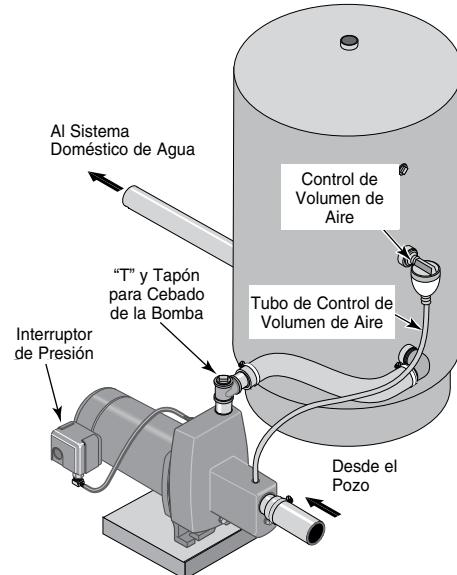

Figura 5: Conexiones para Tanque Estándar
CONEXIÓN PARA TANQUE ESTÁNDAR (FIGURA 5)
Paso 3. Retire el tapón de la tubería de 1/8" de NPT del orificio del Control de Volumen de Aire (CVA) de la bomba (Vea la Figura 5). Instale una tubería desde el puerto de CVA (Vea la Figura 5) de la bomba hacia el puerto en el CVA montado en el tanque. Vea las instrucciones incluidas con el tanque y en el CVA, para tener más detalles. El punto del Puerto de CVA variar con el modelo de la bomba (vea las vista esquemáticas, páginas 10-11).